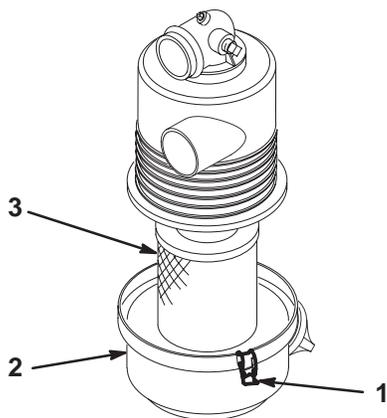

Bild 28
3. Lösen Sie die Laschen, mit denen die Abdeckung am Luftfilterkörper abgesichert wird. Trennen Sie die Abdeckung vom Körper ab. Reinigen Sie die Innenseite der Luftfilterabdeckung (Bild 28).
4. Schieben Sie den Filter vorsichtig aus dem Körper heraus, um das Losrütteln von Staub zu minimieren (Bild 28). Vermeiden Sie ein Anstoßen des Filters am Filterkörper.